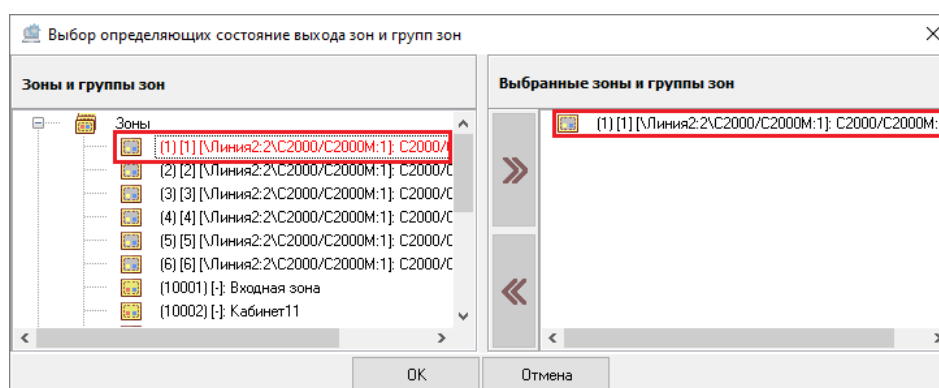

Рисунок 6-388 Выбранная в качестве определяющей состояние выхода зона
При этом для зон/групп зон, выбранных в качестве определяющих состояние выхода, применяется маркировка **красным шрифтом** (см. Рисунок 6-388).
- дважды кликните левой клавишей мыши по зоне/группе зон в поле «Зоны и группы зон». Зона/группа зон будет добавлена в поле «Выбранные зоны и группы зон» (см. Рисунок 6-388);